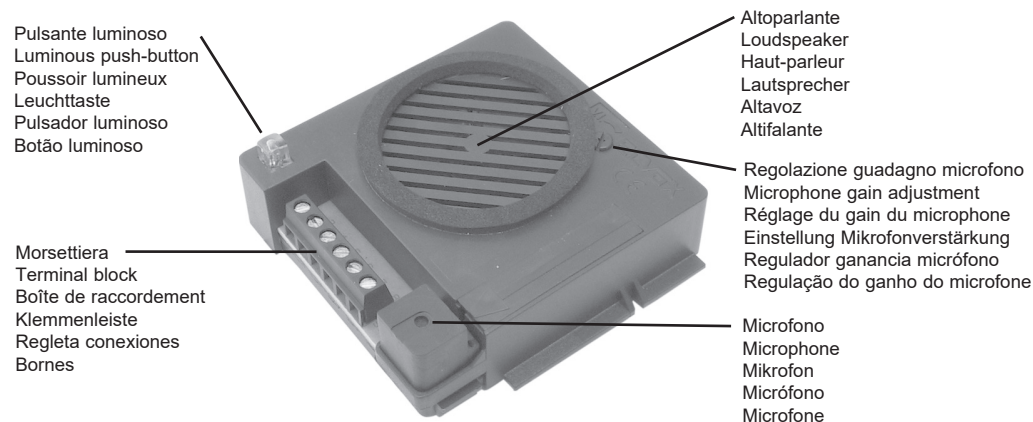

Fig. 1
- Aprire lo sportello con la freccia dell'Art. 930A (Fig. 1).
- Ouvrir la porte avec la flèche de l'Art. 930A. (Fig. 1).
- Open the door with the arrow of Art. 930A (Fig. 1)
- Abrir la puerta con la flecha del Art. 930A (Fig. 1).
- Die Abdeckung mit dem Pfeil des Art. 930A öffnen (Fig. 1).
- Abrir a tampa do art. 930A (Fig. 1), de acordo com a seta.